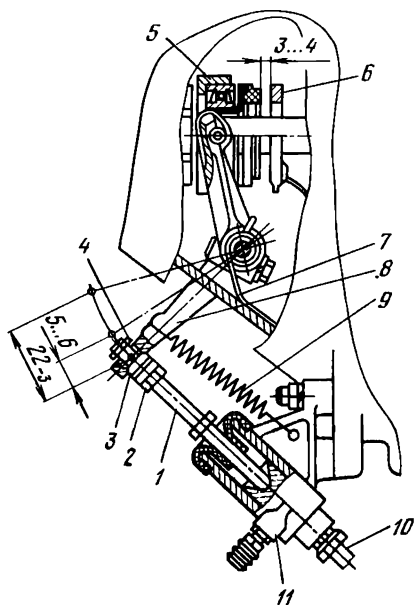

Рис. 99. Регулировка свободного хода педали сцепления:
**Проверка и регулировка свободного хода педали сцепления.** Для обеспечения нормальной работы механизма сцепления и его привода свободный ход педали сцепления должен быть в пределах 29...43 мм (измеряется по центру площади педали). Для регулировки свободного хода необходимо снять натяжную пружину 9 (рис. 99) и вынуть шплинт 4 из отверстия толкателя 1. Затем просе-